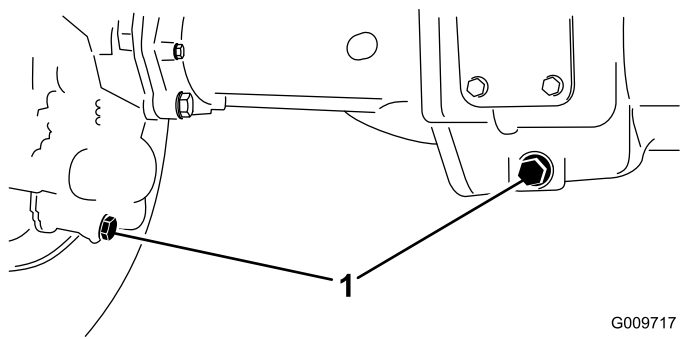

Figura 46
2. Pulite attorno ai tre tappi di spurgo, uno per lato ed uno in centro (**Figura 46**).